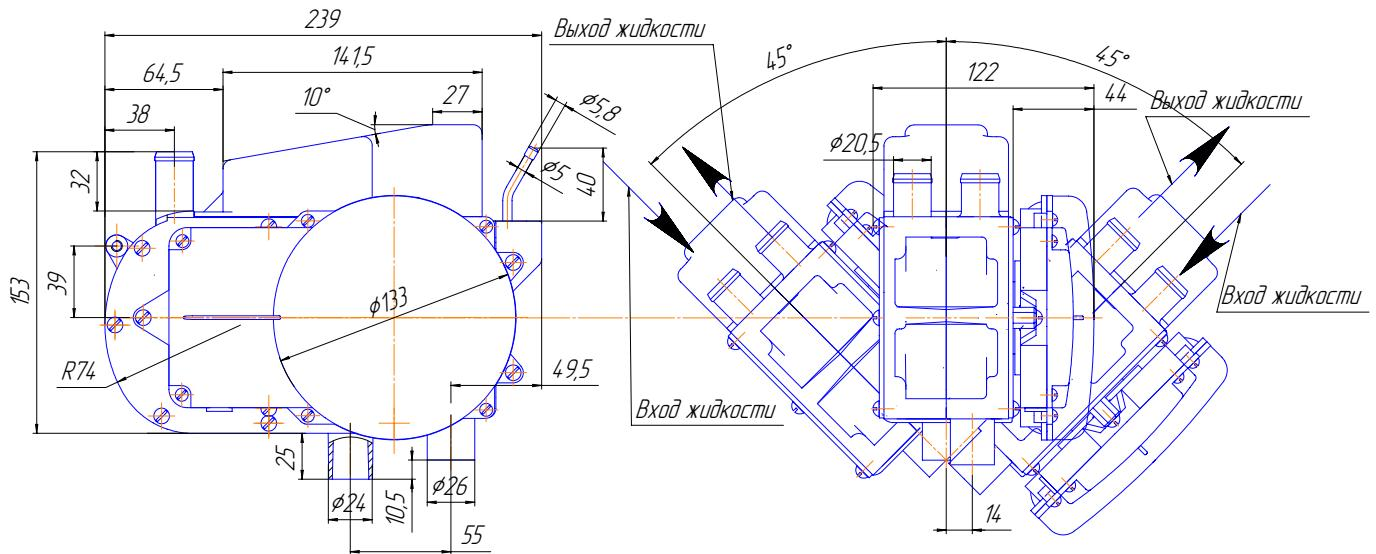

Рис. 7.2- Допустимые рабочие положения нагревателя
Монтаж нагревателя производить с учётом допустимых рабочих положений в соответствии с рис. 7.2 и п. 7.1.1, п. 7.1.2.
**Внимание! Если нагреватель на автомобиль установлен под углом, то присоединение жидкостных шлангов к штуцерам нагревателя производить согласно рис. 7.2.**